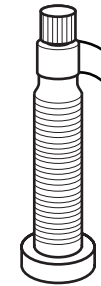

Figura 46. Envuelva el extremo con cuatro capas de cinta de teflón.
2. Envuelva el extremo de la válvula con cuatro capas de cinta de teflón para cubrir la pequeña parte roscada y una pequeña porción del cuerpo más amplio. Atención: No cubra la apertura de aire del extremo de la válvula (Figura 46).